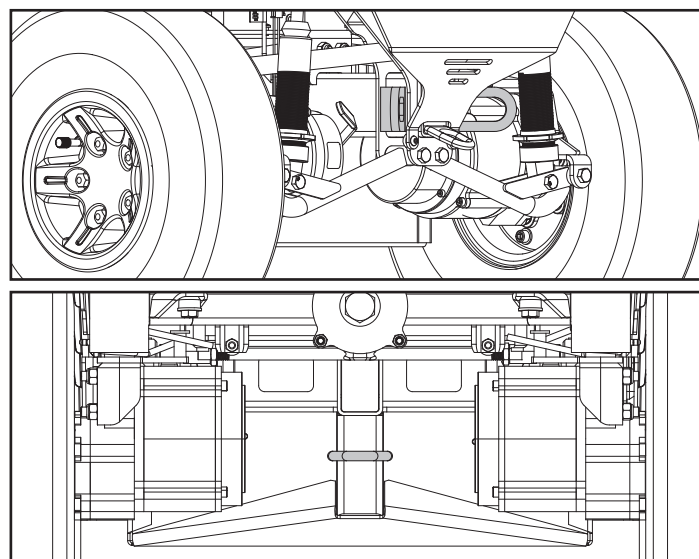

Figura 11. Puntos de sujeción del sistema de transporte no ocupado
- Coloque el punto de anclaje de las correas de amarre traseras directamente detrás de los puntos de amarre traseros de la silla de ruedas eléctrica. Las correas de amarre delanteras deben anclarse a puntos del suelo con una separación mayor que la de la silla de ruedas eléctrica para mayor estabilidad. **Consulte la figura 11.**